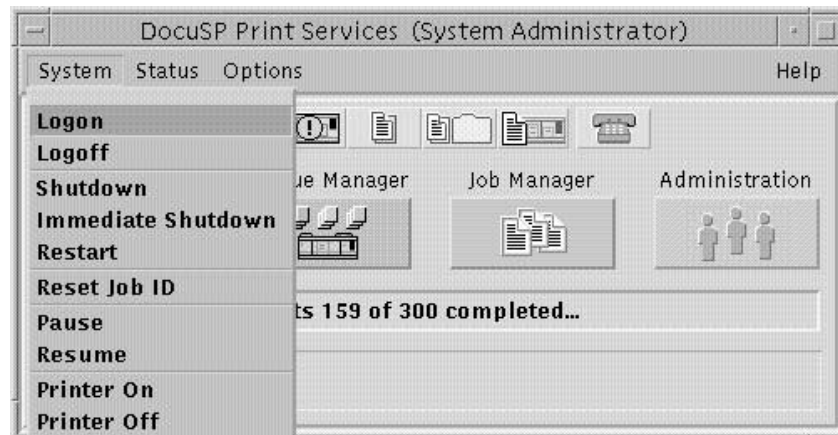

Figure 1-2: Le menu d'options du système
- b) Déroulez le menu System et sélectionnez **Logon**, voir Figure 1-2.